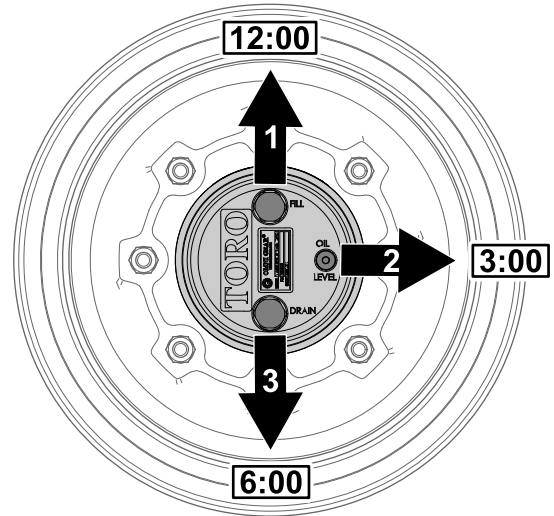

图 63
1. 将机器停放在水平地面上将车轮放置为加油塞在 12 点钟位置检查塞在 3 点钟位置排油塞在 6 点钟位置图 63。
2. 取出 3 点钟位置的检查塞图 63。
1. 将机器停放在水平地面上将车轮放置为加油塞在 12 点钟位置检查塞在 3 点钟位置排油塞在 6 点钟位置请参阅 检查行星齿轮传动润滑油 \(页码 49\)中的图 63。